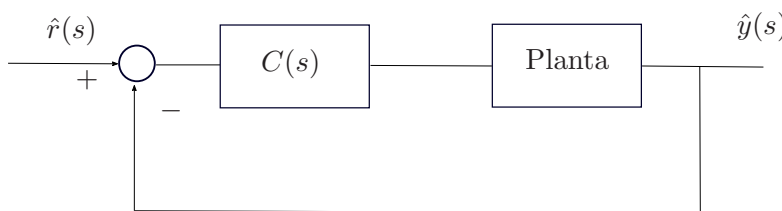

Figura 3: Estrutura de controle em malha fechada
6. Utilizando a estrutura de controle em malha fechada da Figura 3 a seguir em que  $\hat{r}(s) = 10/s$
9. Utilizando o regulador  $K$  projetado no item 8 projete  $M(s)$  de forma a obter erro nulo para a entrada rampa. Compare a resposta  $y(t)$  e o esforço de controle obtidos neste item com aqueles fornecidos no item anterior e discuta a respeito do desempenho de ambas.
10. Determine os reguladores lineares quadráticos  $K_1$  e  $K_2$  para cada valor de  $\rho = \{0.05, 10\}$  e para  $Q = V'V$  com  $V = [1 \ 0 \ \ell \ 0]$ . Compare as respostas  $y(t)$  resultantes dos regulares projetados, considerando  $M$  calculado para garantir erro nulo para entrada degrau. Realize uma breve conclusão a respeito dos fenômenos observados e discuta se eles atendem aos requisitos de projeto especificados no item 8.
12. Considerando a estrutura de controle da Figura 3, aplique a lei de controle  $u$  projetada no item 8 no sistema não linear e compare as respostas com aquelas obtidas pelo modelo linearizado. A apresentação deve ser feita em um total de 5 figuras, uma para cada variável de estado ( $x$ ,  $\dot{x}$ ,  $\theta$ ,  $\dot{\theta}$ ) e outra para o esforço de controle  $u$ , plotando as respostas do sistema linear e do não-linear no mesmo gráfico. Discuta sobre o projeto realizado: - verifique se as especificações foram atendidas; - analise a qualidade do controlador projetado quando aplicado no sistema não-linear; - aplique um degrau de maior amplitude, por exemplo,  $\hat{r}(s) = 20/s$  e analise comparativamente a resposta obtida.